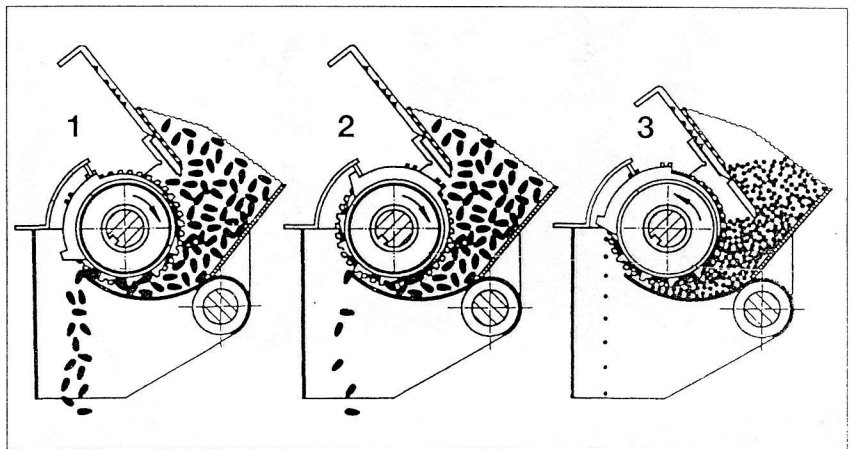

Fig. 15
zu b) **Abdeckungen (F):** in jeweiliger Stellung mit Raste **F1** festlegen (Fig.15+17).
normale Unteraussaat - vordere Kerbe; Fig.15(1)
reduzierte Unteraussaat - hinterer Anschlag; Fig.15(2)+17
Oberaussaat - mittlere Kerbe; Fig.15(3)